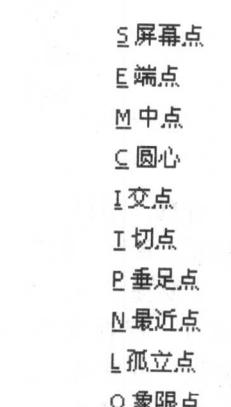

图 1-15 空格键捕捉菜单
(4) 空格键捕捉菜单 在输入点状态下按空格键，出现如图 1-15 所示的空格键捕捉菜单。